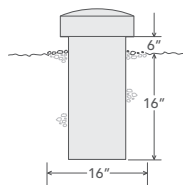

Figura 9
Perfore un orificio con un diámetro de 16 pulgadas y una profundidad de 16 pulgadas. Coloque el subwoofer en el orificio y asegúrese de que haya aproximadamente 6 pulgadas (15 cm) de carcasa del subwoofer expuesta desde el suelo hasta el borde inferior de la cubierta del subwoofer (ver figura 9). Se recomienda probar el sistema tal como se describe a continuación en la sección 8 "Finalización de la instalación", antes de llenar el orificio.
2. Ajuste el ángulo vertical de los altavoces LS-400: Sujete la cabeza del altavoz mientras afloja el mando de ajuste (15 cm) de carcasa del subwoofer expuesta desde el suelo hasta el borde inferior de la cubierta del subwoofer (ver figura 9). Se recomienda probar el sistema tal como se describe a continuación, apriete el mando de ajuste. Repita el procedimiento para cada LS-400 del sistema.